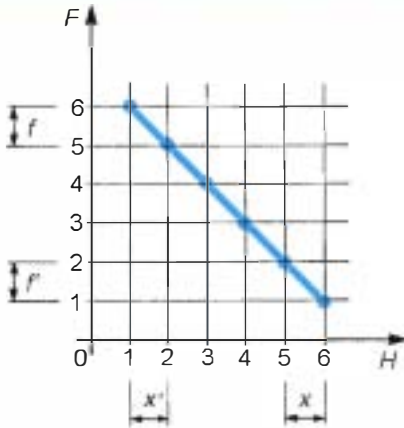

Figure 15.3 • Ressort. La déflexion est constante (pour $f = f'$, on a $x = x'$).
- **Pour le ressort** (figure 15.3). La variation de la hauteur (x) est proportionnelle à la charge appliquée (f) :